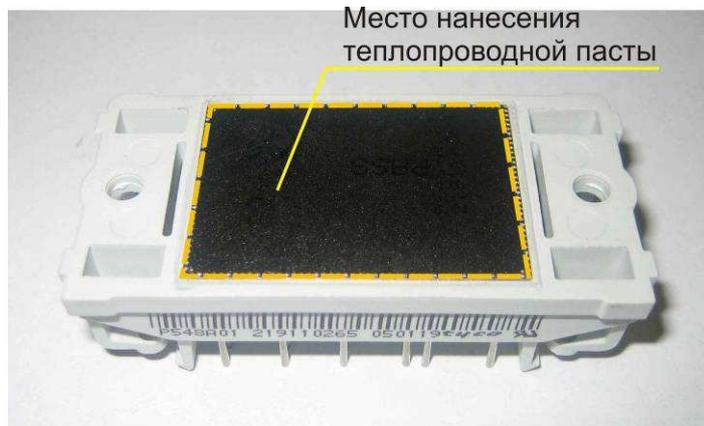

Рис. 7.3
7.2.1. Взять матрицу, протереть основание салфеткой. Нанести шпателем на основание модуля тонкий слой теплопроводного компаунда (пасты). Снять излишки компаунда с кромок основания (рис.7.3).